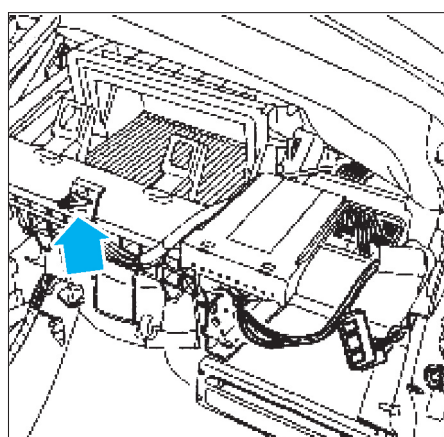

FIG. 9
- remplacer l'agrafe de fixation de l'airbag frontal passager (fig. 9).